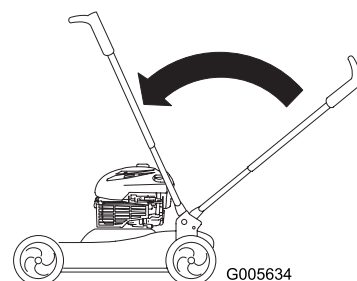

Figura 38
2. Fate ruotare la stegola in avanti (Figura 38).